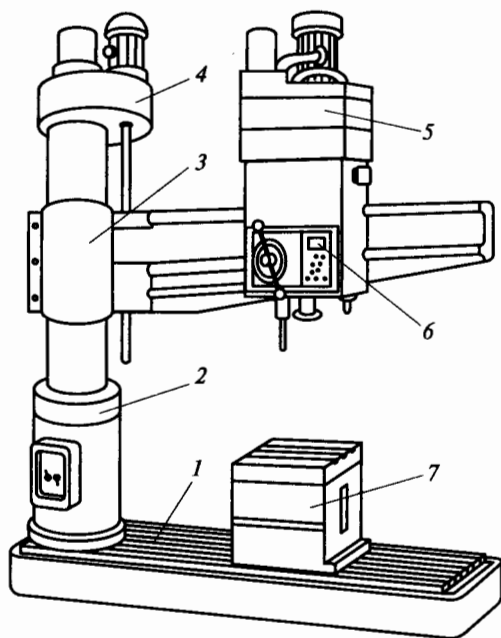

Рис. 3.9. Радиально-сверлильный станок
47. Назовите основные узлы радиально-сверлильного станка (рис. 3.9).